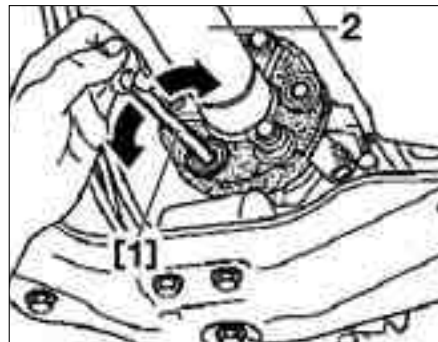

FIG. 4
- los casquillos de ajuste del flector con el útil [1] (fig. 4).